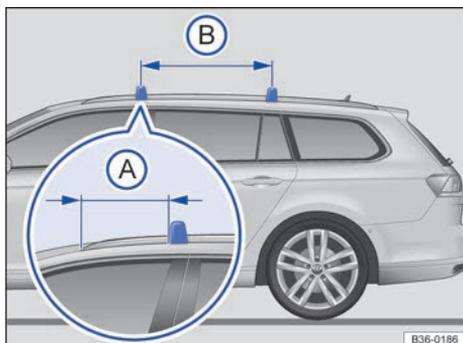

Fig. 152 Barra lateral del techo: fijación de las barras transversales.
Las barras transversales se montan en las barras laterales del techo. La distancia de la barra transversal delantera con respecto al soporte delantero de la barra lateral del techo deberá ser de → **fig. 152 A 39 cm**. La distancia entre las barras transversales **B** deberá ser de aprox. **75,5 cm**.
- Monte las barras transversales siempre correctamente. Al hacerlo, respete las distancias mostradas en la ilustración → **fig. 152**.